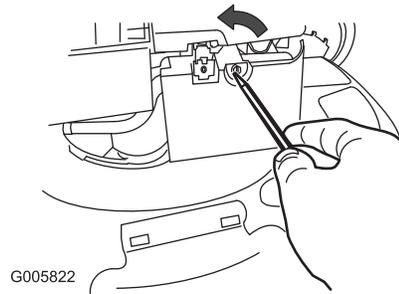

Figuur 38
2. Trek de bougiekabel los van de bougie (Figuur 38) voordat u onderhoudswerkzaamheden uitvoert.